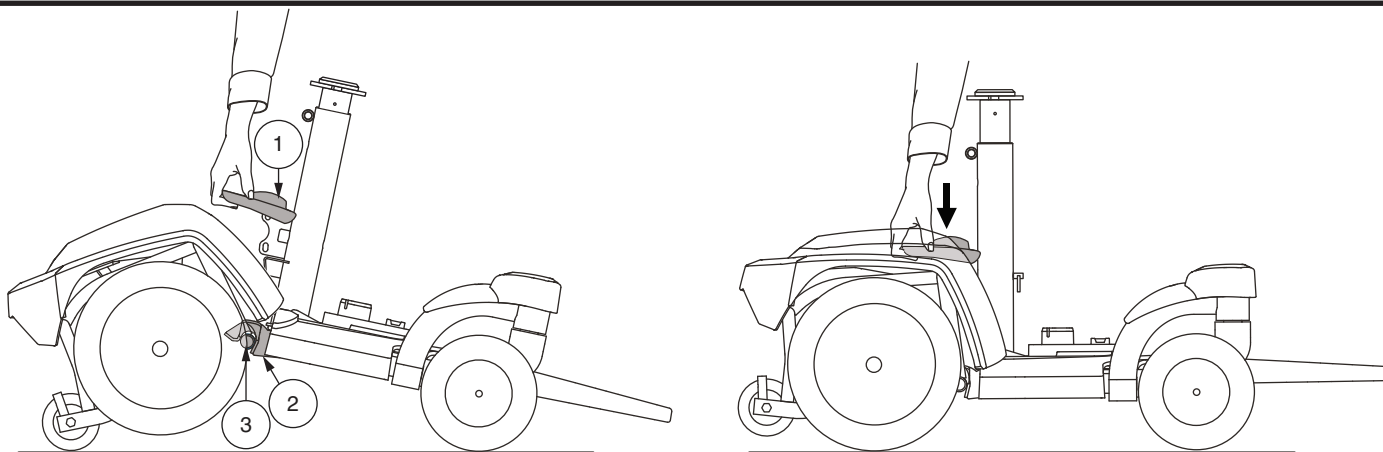

Figura 7. Go-Chair assemblaggio
7. Dividere le due sezioni utilizzando la leva di rilascio del telaio. **Vedere figura 7.**
1. Usare la leva di rilascio del telaio per sollevare la sezione anteriore allineando i ganci del telaio della sezione anteriore con il tubo della parte inferiore del telaio della sezione posteriore. **Vedere figura 7.**
2. Una volta che i ganci del telaio sono sopra il tubo del telaio inferiore, abbassare la sezione anteriore e ruotare contemporaneamente la sezione posteriore. Questa operazione aggancia automaticamente la chiusura del telaio. **Vedere figura 7.**